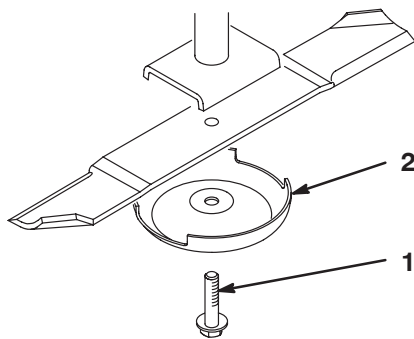

Figure 89
2. Tenez la lame à son extrémité avec un chiffon ou un gant épais. Enlevez le boulon, la coupelle de protection et la lame de l'axe de pivot (Fig. 89).